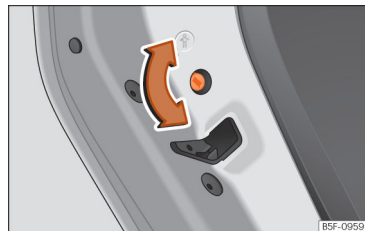

Abb. 57 Kindersicherung in der linken Tür
- Drehen Sie bei geöffneter Tür den Schlitz mit dem Fahrzeugschlüssel an den linken Türen im Uhrzeigersinn »» (Abb. 57) und bei den rechten Türen gegen den Uhrzeigersinn.
- Drehen Sie bei geöffneter Tür den Schlitz mit dem Fahrzeugschlüssel an den linken Türen gegen den Uhrzeigersinn »» (Abb. 57) und bei den rechten Türen im Uhrzeigersinn.